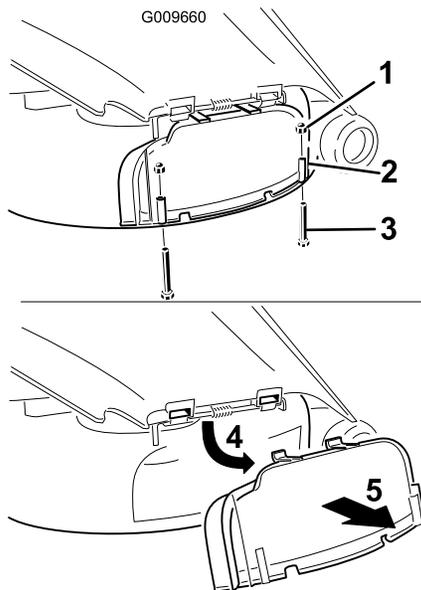

Figura 22
3. Rimuovete i due bulloni e dadi che fissano il coperchio dello scarico al tosaerba (Figura 22).